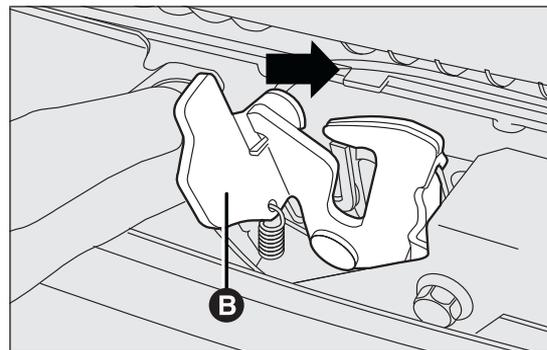

fig. 77
- déplacer vers la droite le levier B fig. 77 comme indiqué sur le schéma ;